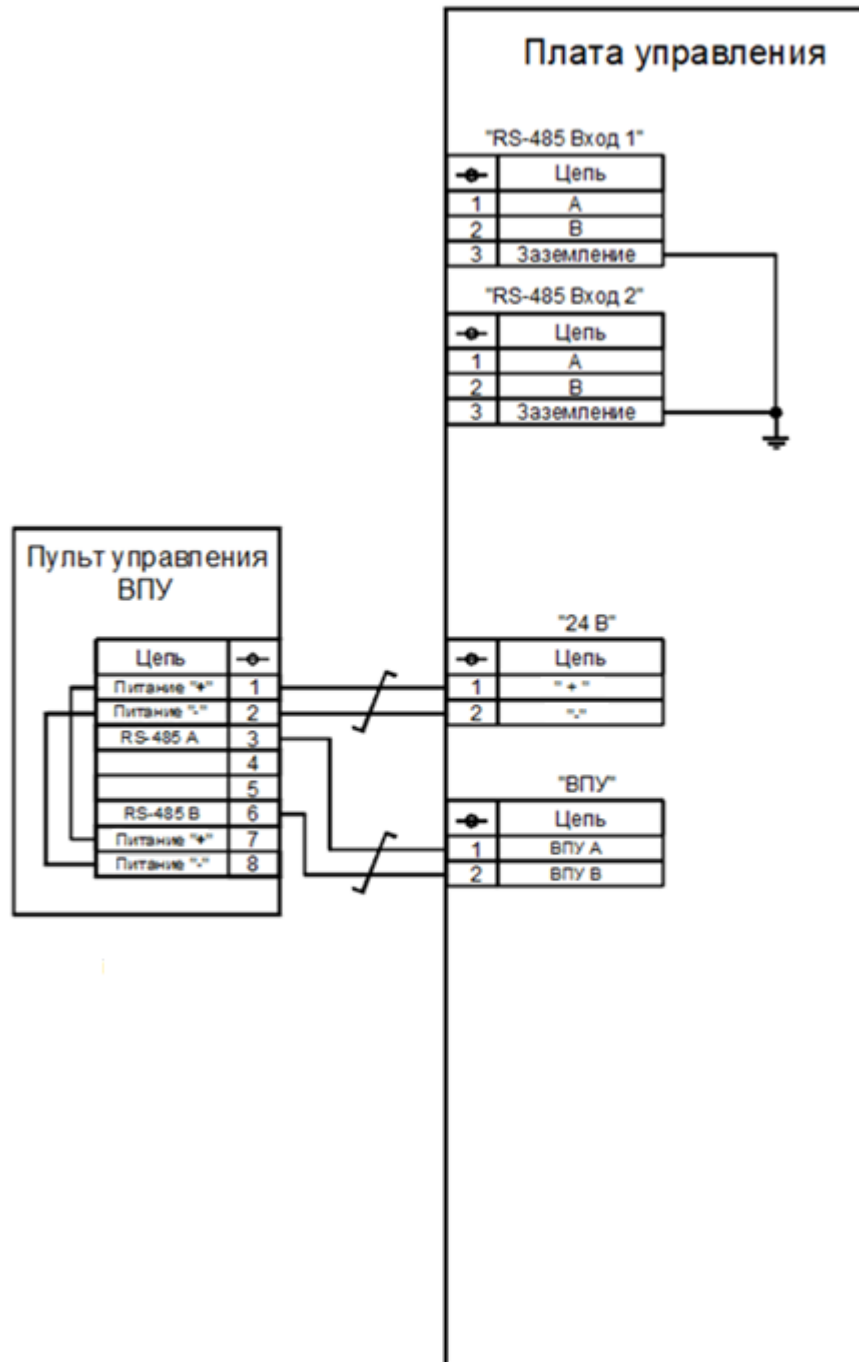

Рисунок 3 - Соединение одного ВПУ с ППУ
- подать питание на ВПУ - соединить кабелем из комплекта поставки ВПУ выходной разъем ВПУ с разъемами 24 В и ВПУ на ППУ (см. рисунок 3). При подаче питания будет наблюдаться непрерывное свечение всех единичных индикаторов на лицевой панели ВПУ в течение 3 - 5 с, а затем прерывистое свечение единичных индикаторов белого цвета «1» - «3»;
- г) отключить питание ВПУ, отсоединив кабель, соединяющий ВПУ с ППУ, от выходного разъема ВПУ (см. рисунок 3). Затем вновь подать питание на ВПУ (подсоединить кабель).
7.2 ВПУ с установленной SD-картой, на которую загружены расписание оповещений и необходимые аудиофайлы, сконфигурированные с помощью утилиты «Октава-Конфиг», должен быть подключен к ППУ (см. рисунок 3).
- б) отключить питание ВПУ, отсоединив кабель, соединяющий ВПУ с ППУ, от выходного разъема ВПУ (см. рисунок 3). Затем вновь подать питание на ВПУ (подсоединить кабель).